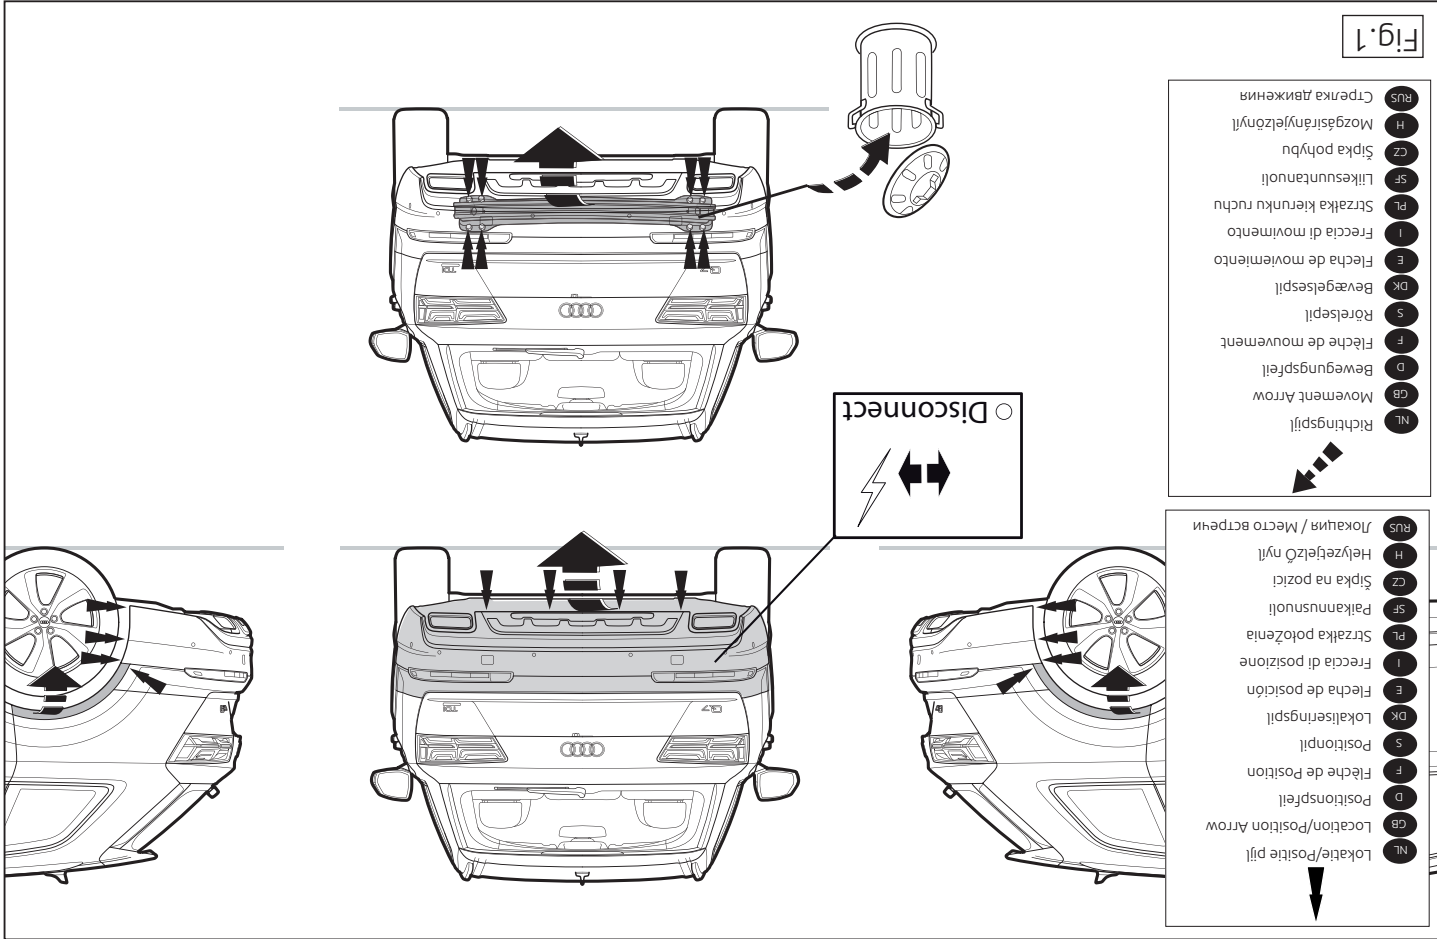

Fig. 1
1. Remove the bumper and the steel buffer beam from the vehicle. The buffer beam will no longer be needed. See figure 1.
1. Die Stoßstange einschließlich des stählernen Stoßbalkens vom Fahrzeug abmontieren. Der Stoßbalken wird nicht mehr benötigt. Siehe Abbildung 1.
1. Déposer le pare-chocs du véhicule y compris la traverse en acier la traverse ne sera plus utilisée. Voir la figure 1.
1. Demonter kofangeren, inklusive køretøjets stålstødbjælke. Denne bliver overflødig. Se fig. 1.